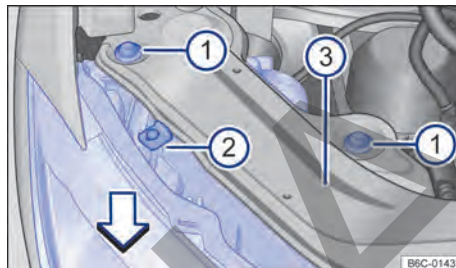

Fig. 162 En el compartimento del motor: tornillos de fijación del faro delantero.
- Quitar los tornillos de fijación → **fig. 162 ⓘ** con ayuda de una llave torx.
- Mover el faro hacia delante, en la dirección de la flecha → **fig. 162**, hasta que los dos clics de la parte inferior se desacoplen y permitan retirar el faro.
- Volver a colocar el faro con cuidado hasta que los dos clips inferiores encajen y el tope superior → **fig. 162 ⓘ** apoye en el soporte del faro ⓘ.
- Presionar el farol contra el tope central superior ② y apretar los tornillos ① con la llave torx.